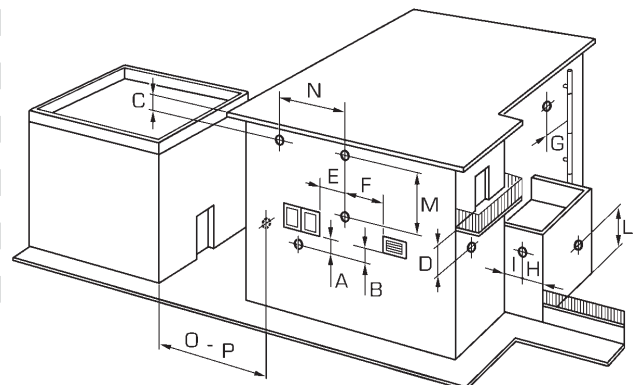

Fig. 10
2.8 POSICIÓN DE LOS TERMINALES DE EVACUACIÓN (fig. 10)
respetadas, presentadas en la **Tabla 3**, representan indicaciones no vinculantes, con referencia a un edificio como el de la fig. 10.